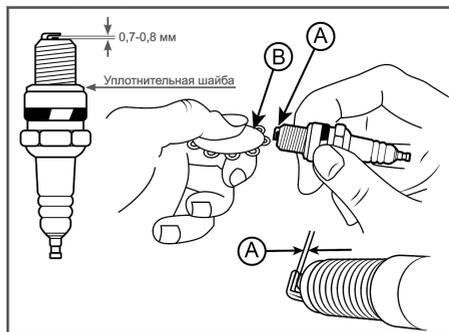

Рис. 18 Обслуживание свечи зажигания
4. Измерьте зазор между электродами свечи зажигания специальным щупом. Зазор должен быть 0,7-0,8 мм (Рис. 18). При увеличении или уменьшении требуемого зазора, рекомендуется заменить свечу, так как регулировка зазора может привести к изменению качества искрообразования.